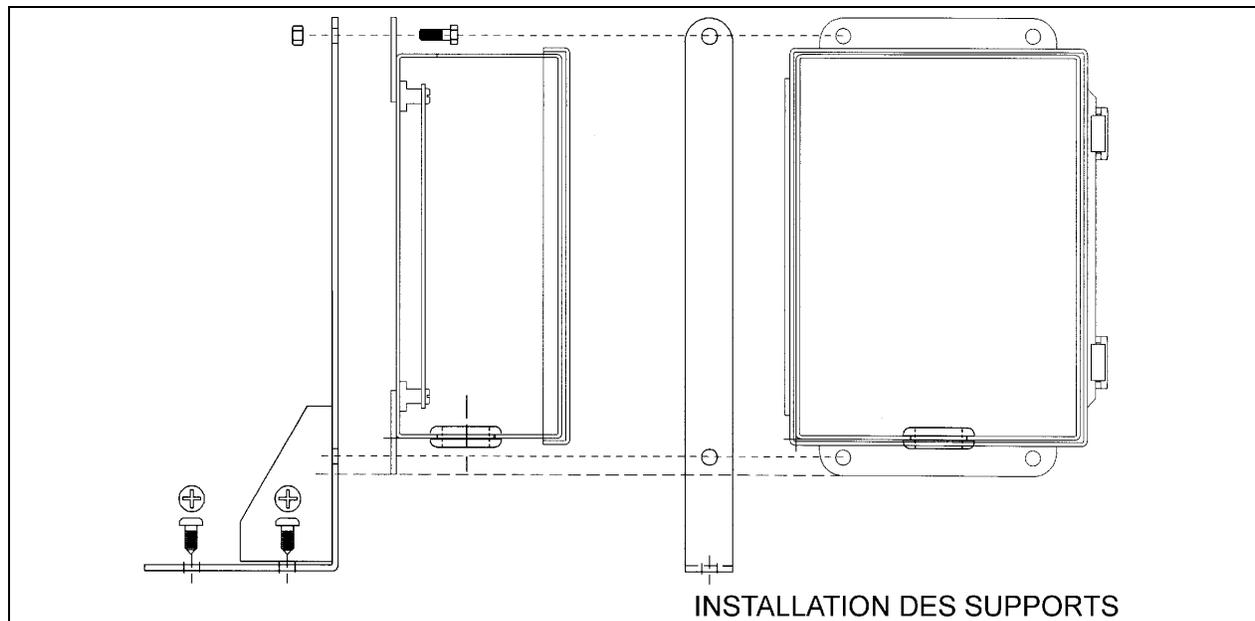

FIGURE 1
8. Fixer les deux supports sur le boîtier à l'aide des boulons (500179) et écrous (502600) (voir figure 1).